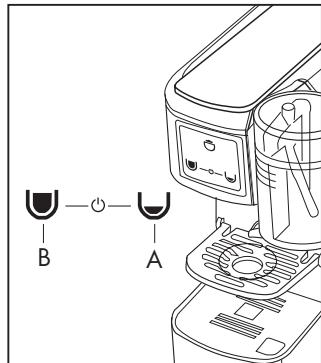

Fig. 7
Se la macchina rimane accesa e non viene utilizzata si attiva la funzione risparmio energia e un tasto sul pannello comandi (2) lampeggia ad intermittenza. Per ripristinare la macchina premere un tasto (AoB) ed attendere il riscaldamento (**Fig. 7**).